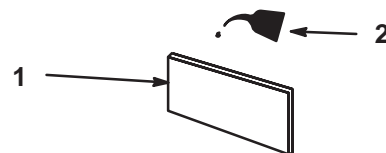

Figure 34
3. Imbibez l'élément d'huile moteur fraîche (Fig. 34), puis pressez l'élément pour éliminer l'excédent d'huile.